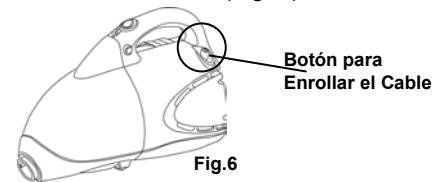

Fig. 6
1. Localice el botón para enrollar el cable en la unidad. (Fig. 6)